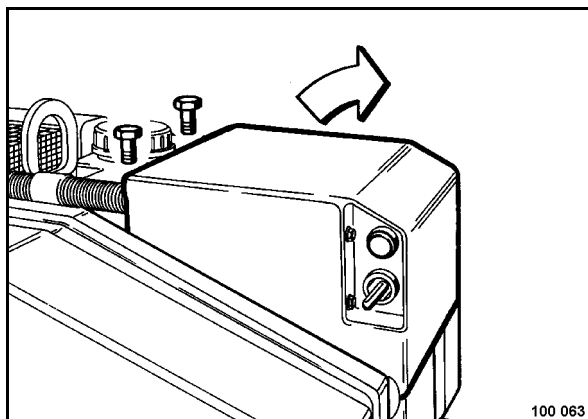

Fig. 80
- Abrir la tapa de la batería (Fig. 80).